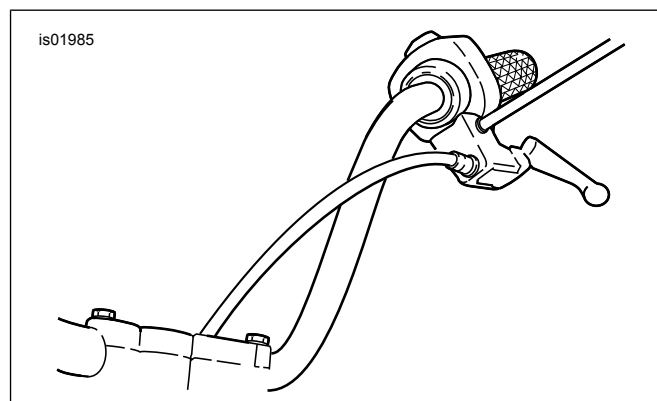

Figura 1. Disposizione del nuovo cavo della frizione
2. **Per modelli FXSTB:** passare al punto 3. **Per tutti i modelli tranne FXSTB:** Vedere figura 1. Riposizionare il cavo della frizione all'interno del manubrio, come segue:
- d. Vedere Figura 1. Posizionare il cavo della frizione all'interno del manubrio e ricollegare il cavo alla leva della frizione.